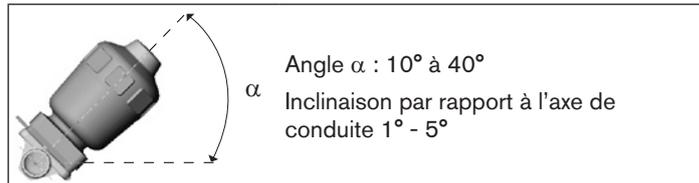

Fig. 2 : Montage pour permettre au corps de se vider automatiquement
- Monter le corps avec un angle d'inclinaison $\alpha = 10^\circ$ à 40° par rapport à l'horizontale (voir « Fig. 2 »).